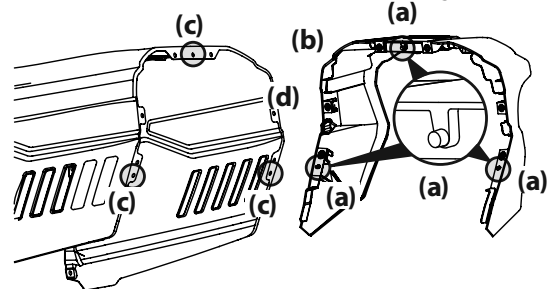

Figura 5
Hay tres (3) clavijas de alineación (a) sobre el collarín de capó (b) que se alinean con los correspondientes orificios de alineación (c) del capó (d). Consulte la Figura 5